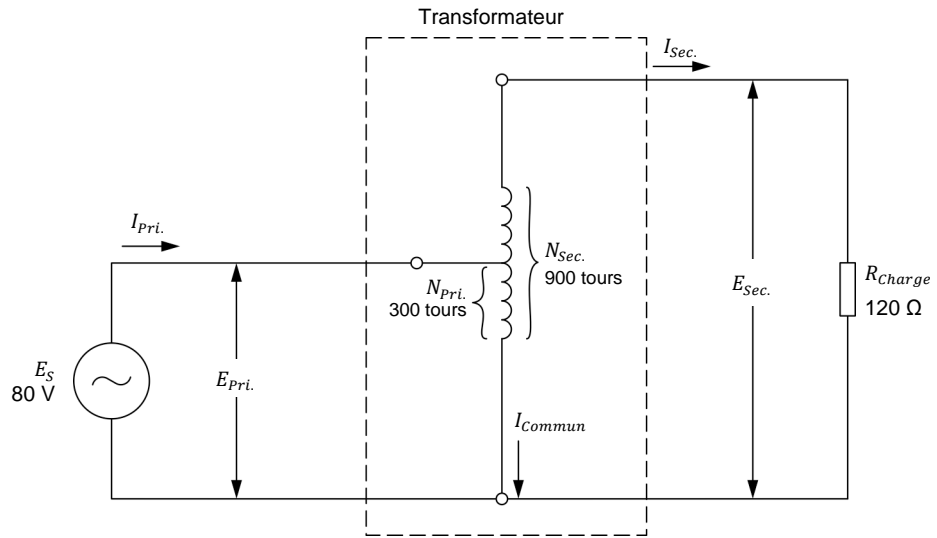

Figure 44. Autotransformateur élévateur.
4. Considérez l'autotransformateur élévateur montré dans la figure 44. En assumant que l'autotransformateur comporte 300 tours de fil dans l'enroulement primaire et 900 tours de fil dans l'enroulement secondaire, calculez la valeur du courant I_{commun} circulant dans la partie inférieure de l'enroulement de l'autotransformateur.